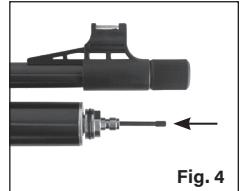

Fig. 4
- Insérez l'outil de dégazage dans l'extrémité du raccord de remplissage (Fig. 4).